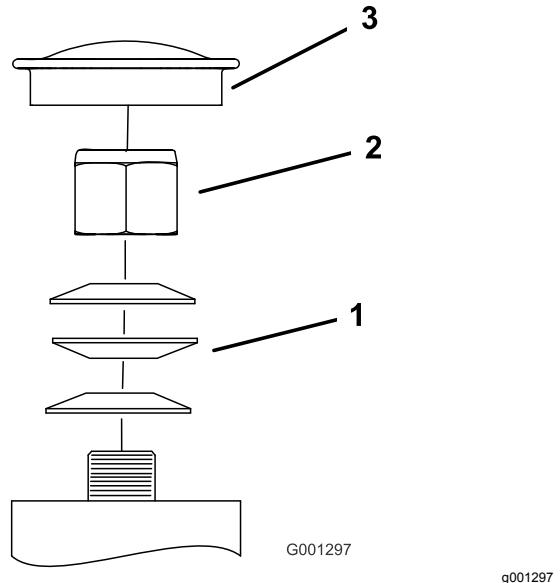
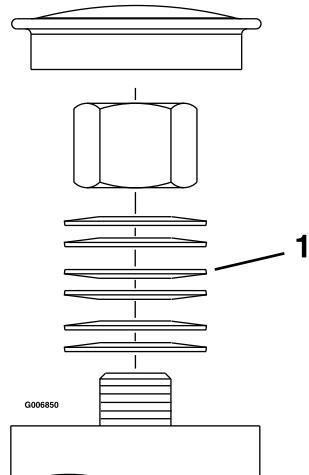

Figure 50
Figure 51
3. Retirez le capuchon antipoussière de la roue pivotante et serrez le contre-écrou jusqu'à ce que les rondelles élastiques soient aplatis, puis desserrez-le de 1/4 de tour pour obtenir la précharge correcte des roulements (Figure 50 et Figure 51).